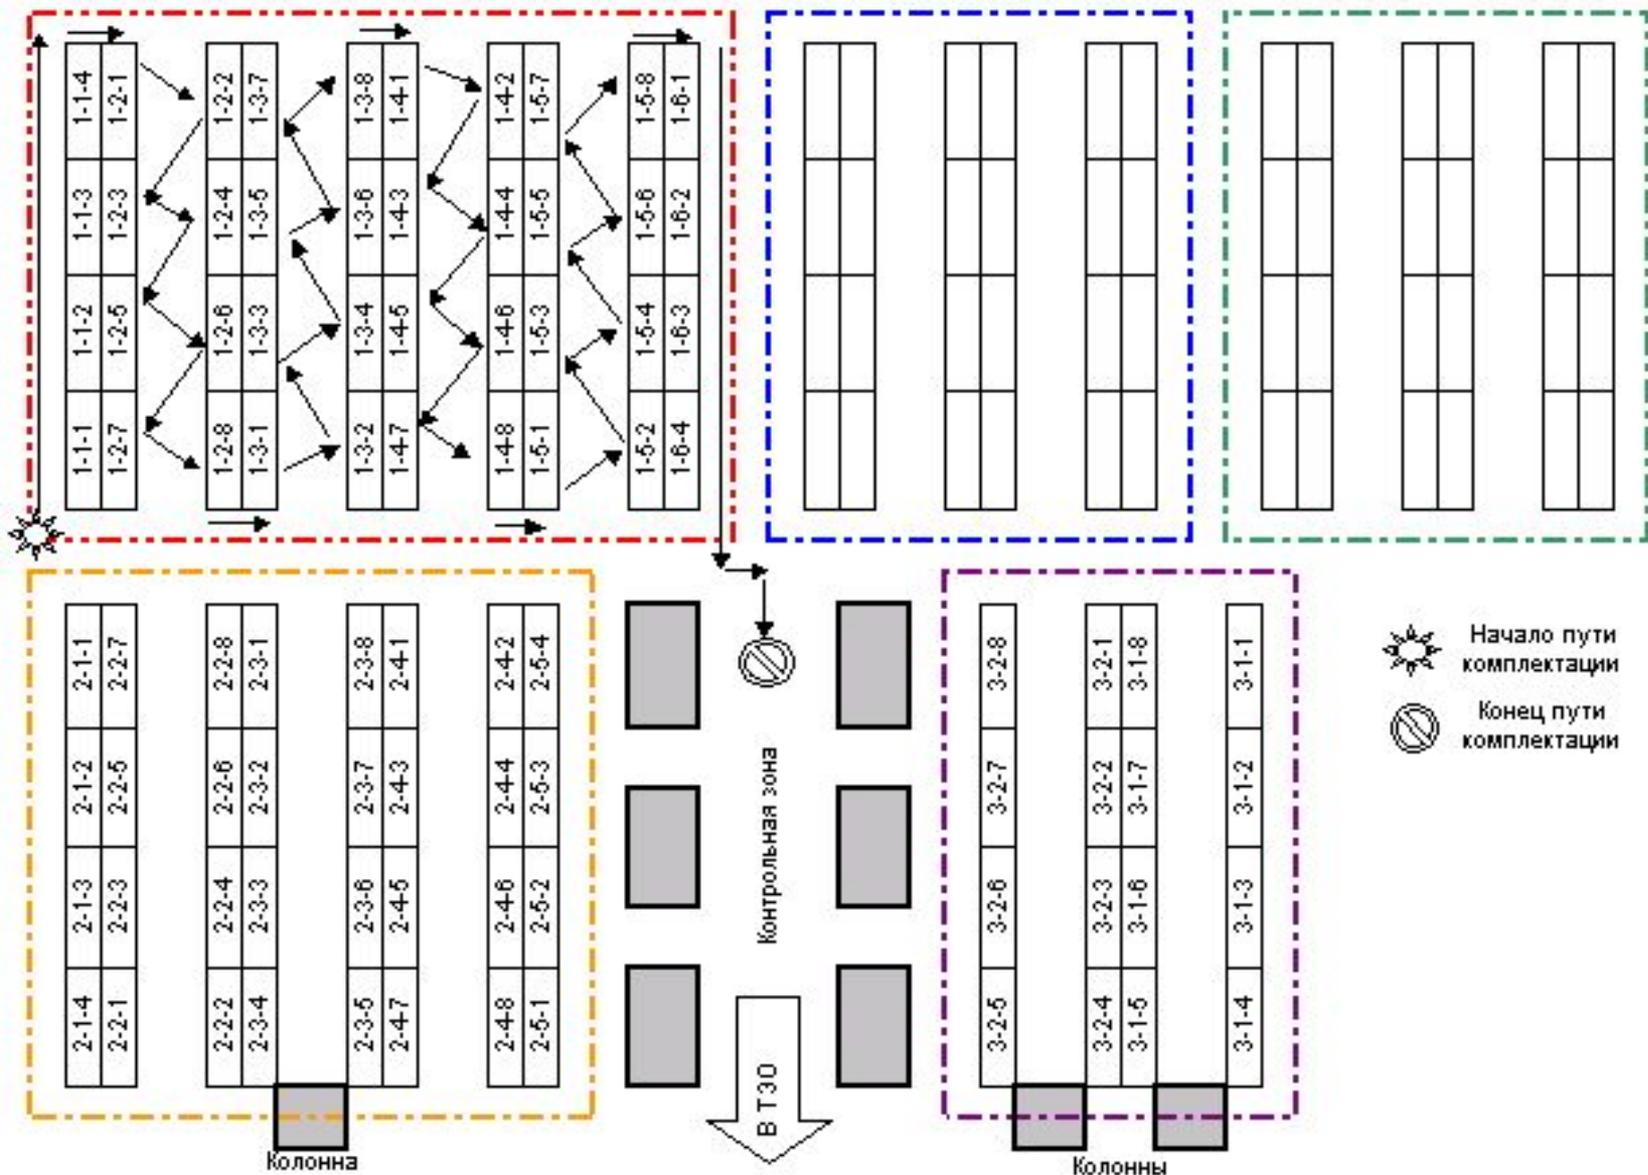

Рисунок 2 Система сборки заказа при последовательном обходе указанных зон хранения товара
**«Змейка»** - система сборки заказа при последовательном обходе сборщиком в соответствии с Упаковочным Листом указанных зон хранения товара **(Рис. 2 «Зона 1»)**.